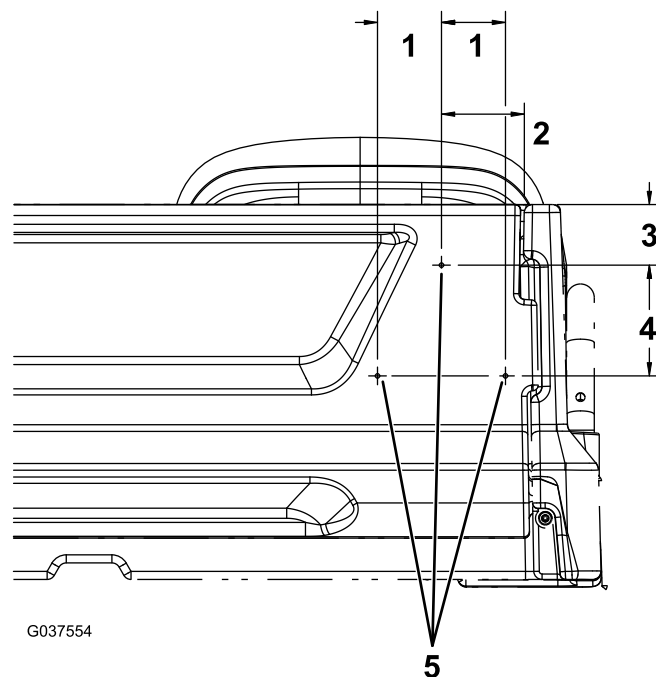

Figure 14
1. Sur le côté droit du hayon, mesurez 95 mm à partir du bord droit du hayon et 70 mm à partir du haut du hayon, et repérez l'emplacement (Figure 14).
2. Mesurez 128 mm vers le bas en partant du trou repéré à l'opération 1 et 74 mm vers la droite et la gauche, et repérez les 2 emplacements (Figure 14).
3. Percez un trou de 5 mm aux 3 emplacements repérés (Figure 14).